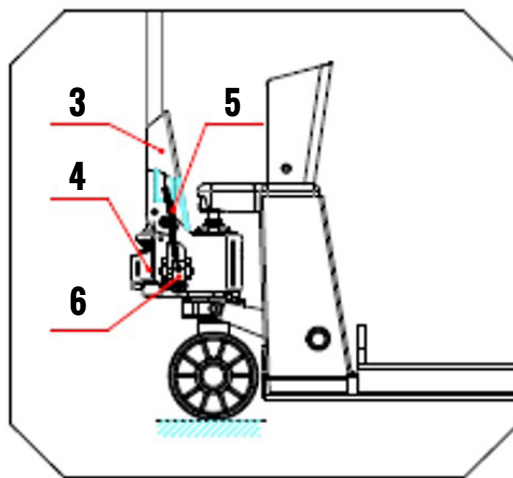
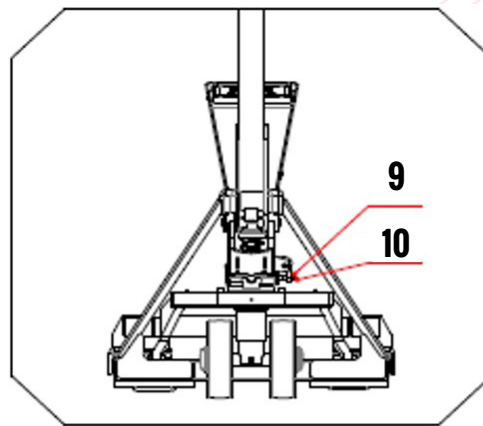

Fig. 2
Fig. 5
3.1.3 Gire el eje pasador 2 y asegúrese de que el eje de la perforación grande del eje pasador 2 esté vertical. Pase la cadena 5 que tiene instalada la palanca a través de la perforación del eje pasador 2. Ver Fig 2.
3.1.4 Coloque el perno al final de la cadena 5 en la placa de la palanca 6. Vea la Fig 2 y la Fig 5.
4.2 El tornillo 9 en la Fig 5 se puede utilizar para ajustar el rodacarga. Cuando el cuerpo del rodacarga baja inmediatamente después de elevarlo, debe girar el tornillo 9 un poco en sentido contrario a las manecillas del reloj, si vuelve a bajar, intente nuevamente girar el tornillo hasta que el cuerpo del rodacarga pueda elevarse con normalidad. Si el cuerpo del rodacarga no puede bajar después de elevarlo, debe girar el tornillo 9 un poco en el sentido de las manecillas del reloj, luego intente nuevamente hasta que el cuerpo del rodacarga pueda bajar con normalidad. La tuerca hexagonal externa 10 que se encuentra en el tornillo 9 desempeña la función de bloqueo en el rodacarga. Por lo tanto, debe desajustar la tuerca hexagonal externa 10 antes del ajuste del tornillo 9. Y debe ajustar la tuerca 10 nuevamente después de terminar con el ajuste del tornillo 9.